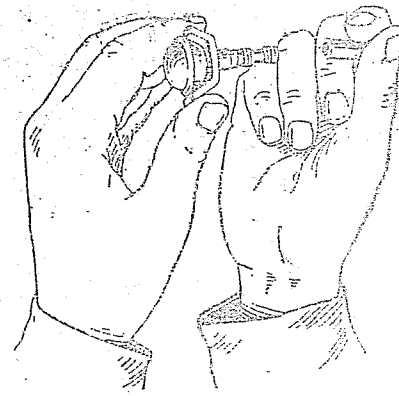

Рис. 32. Как надеть детонатор на трубку с замедлителем
5. Осторожно надеть детонатор на трубку с замедлителем (рис. 32).